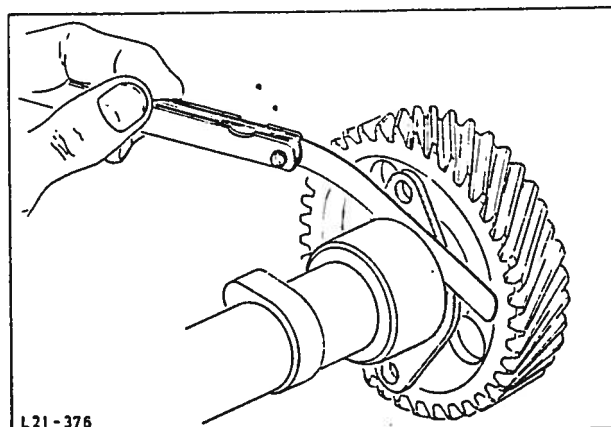

Fig. 67 Måling av festeplatens klaring.
40. Varm opp kamakseldrevet til 250°C på en varmeplate, skyv festeplaten inn på kamakselen og sett inn platefjæren. Press kamakseldrevet (med det slpite navet vendt mot akselen) inn på akselen ved bruk av en presse slik at det oppnås en klaring på 0,05 - 0,15 mm (0,002 - 0,006") mellom anlegget og festeplaten, fig. 67. Påfør olje på kamakselen og sett den inn. Trekk til festeplaten med riktig moment.